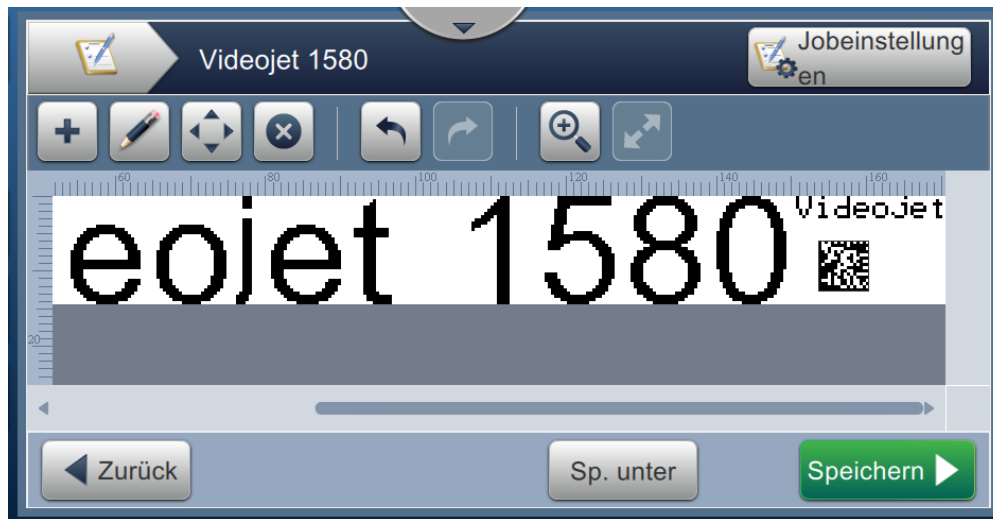

Abbildung 6-14: Bildschirm zur Auftragsbearbeitung
16. Berühren Sie die Schaltfläche , um Änderungen zu speichern. Der Bildschirm „Auftrags-Editor“ erscheint, wie dargestellt in Abbildung 6-14.